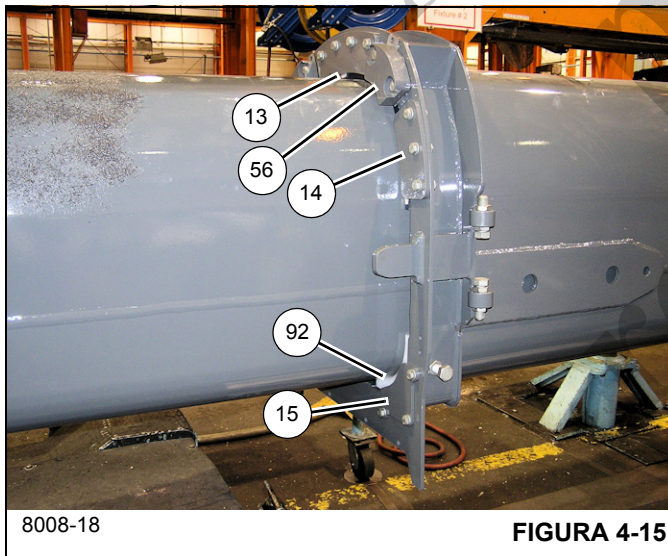

FIGURA 4-15
- 47. Estenda o telescópio 3 (4) um quarto para fora do telescópio 2 (3).
- 48. Remova os dois parafusos (58), as quatro arruelas (16), as duas arruelas de pressão (17) e as duas porcas (18) que fixam o calço de parada (56) à parte dianteira do telescópio 2 (3) (lados esquerdo e direito) (consulte a Figura 4-15).
- 49. Remova os parafusos (19), as arruelas lisas (16), as arruelas de pressão (17) e as porcas (18) que fixam as placas de retenção esquerda, direita e inferior (2x-14, 13) à parte dianteira do telescópio 2 (3) (consulte a Figura 4-15).
- 50. Remova as placas de desgaste inferiores dianteiras (90, 91) e os calços (89) da parte inferior do telescópio 2 (3).
- 51. Usando um elevador e uma linga adequados, eleve um pouco a parte dianteira do telescópio 3 (4) com a finalidade de remover as placas de desgaste da parte dianteira do telescópio 2 (3).
- 52. Remova os três parafusos (19), as seis arruelas lisas (16), as três arruelas de pressão (17) e as três porcas (18) que fixam a placa de retenção (15) à parte dianteira do telescópio 2 (3) (lados esquerdo e direito) (consulte a Figura 4-15).
- 53. Remova os dois parafusos (27) e as porcas (28) que fixam a placa de desgaste superior (92) à parte dianteira do telescópio 2 (3) (lados esquerdo e direito) (consulte a Figura 4-15).
- 54. Remova o telescópio 3 (4) do telescópio 2 (3); coloque o telescópio 3 (4) sobre apoios adequados.
- 55. Remova a placa de desgaste (94)/conjunto de mangueiras de graxa (126, 79, 80, 77, 78) do suporte de fixação em cada lado da parte traseira do telescópio 3 (4).
- 56. Remova os dois parafusos (83) e as arruelas de pressão (72) que fixam o conjunto da placa de desgaste (71) a cada lado da parte traseira da parte inferior do telescópio 3 (4).
- 57. Remova os dois parafusos (83) que fixam o conjunto da placa de desgaste (82) a cada lado da parte traseira inferior do telescópio 3 (4).